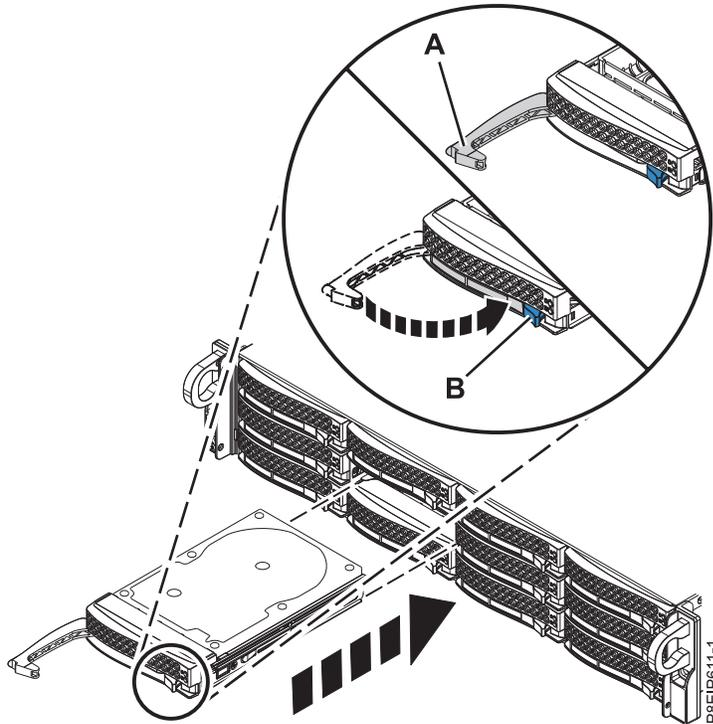

Figura 19. Detalhe da trava da unidade de disco
7. Trave a alça do compartimento de unidade (A) empurrando a liberação da alça até que ela trave em (B) conforme mostrado na Figura 19 na página 21.